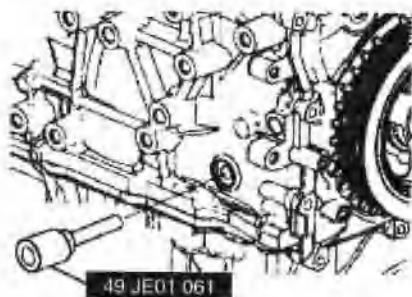

图 1.48 CKP 传感器位置
- ① 执行下列程序, 保证1缸活塞在上止点位置。
- ② 安装 CKP 传感器于 CKP 传感器安装器上。
- ③ 使 CKP 传感器卡环的叉状的部分安装在脉冲轮第九齿部位 (从空间开始逆时针旋转)。
- ④ 安装 CKP 传感器固定螺栓, 如图 1.48 所示。紧固力矩为 $5\text{N} \cdot \text{m} \sim 7.5\text{N} \cdot \text{m}$ 。